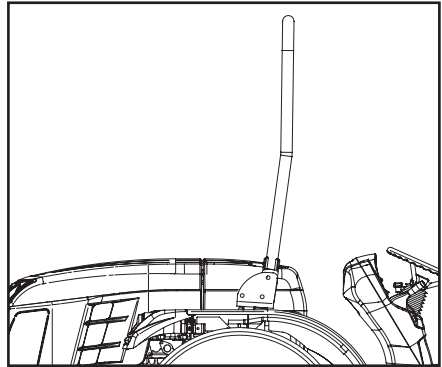

Abb. 2.1
- Der Sicherheitsrahmen muss immer in Schutzstellung montiert sein (Abb.2.1). Es wird empfohlen, Sicherheitsgurte gemäß den in den verschiedenen Ländern geltenden Gesetzen zu installieren.